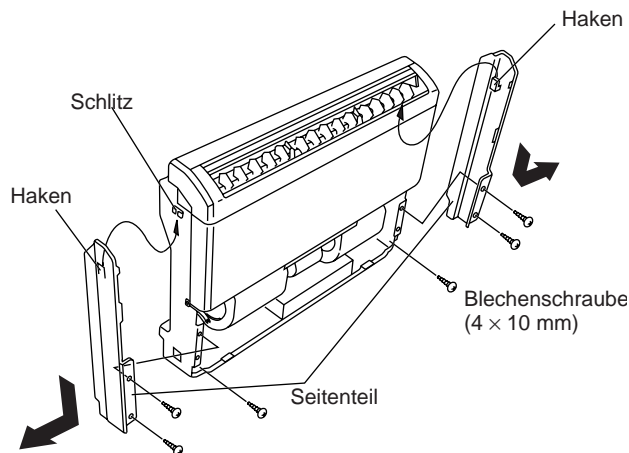

Abb.3
- (1) Loesen Sie die 3 Schrauben, mit denen das linke Seitenteil befestigt ist (Abb. 3).
- (2) Beachten Sie die Position des Hakens auf der Innenseite des linken Seitenteils. Um den Haken aus dem Schlitz zu loesen, schieben Sie das Seitenteil nach unten und nehmen es ab (Abb. 3).
- (3) Fuehren Sie dieselbe Prozedur fuer das rechte Seitenteil durch.